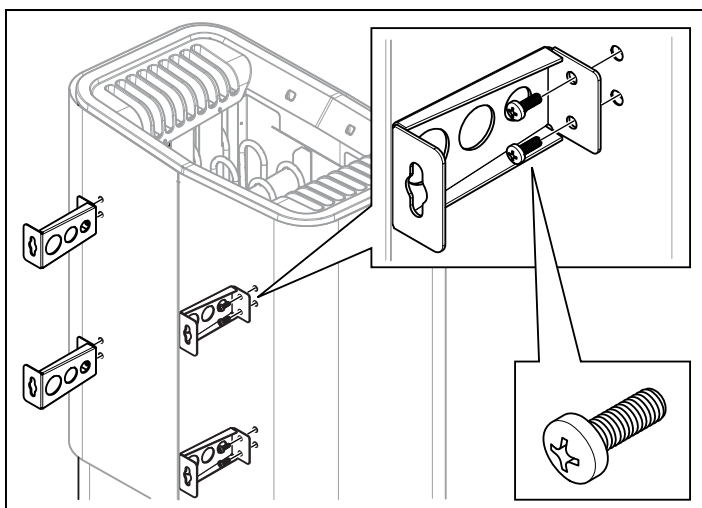

Рисунок 7: Крепление кронштейнов на устройстве
5. Открутите первых два винта с задней стороны устройства и прикрепите один из четырех кронштейнов. Повторите процедуру крепления для остальных кронштейнов см. Рисунок 7, страница 19.